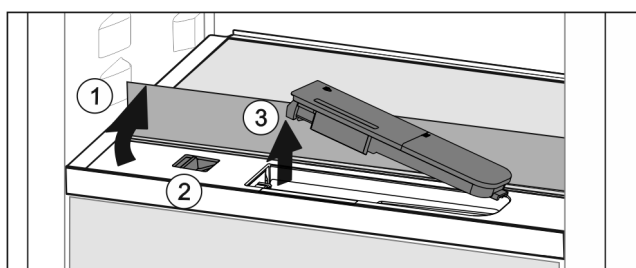

Fig. 41
- ▶ Поднять стеклянную панель и откинуть до упора назад Fig. 41 (1).
- ▶ Сдвиньте ползунок Fig. 41 (2) влево.
- ▶ Вынуть бак для воды Fig. 41 (3).